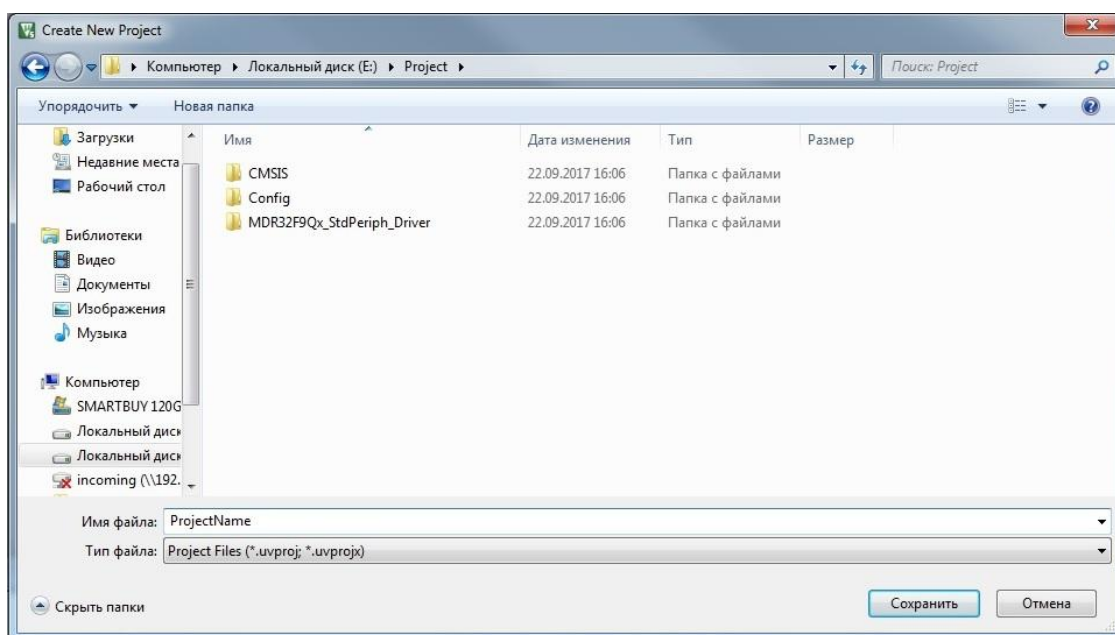

Рисунок 1.1 - Создание проекта
2. Запустить Keil. В главном меню выбрать Project/New uVision Project. В появившемся диалоговом окне (рисунок 1.1) выбрать директорию и указать название проекта. Сохранить проект.